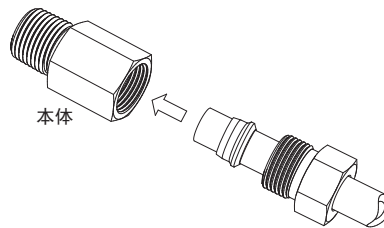

图8
6. 将已装好的卡套端连接到接头本体或阀体的端口上，拧紧卡套螺母至手紧位置 (图 8)。